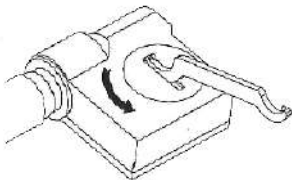

Рис. 1
- Поверните крышку батарейного отсека гаечным ключом против часовой стрелки (рис.1), затем снимите ее.